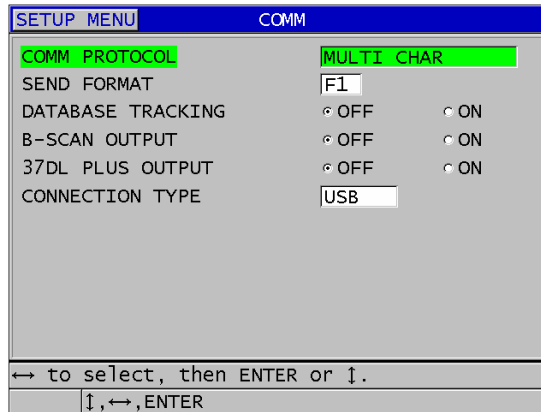

Abbildung 9-3 Ändern der Datenübertragungsparameter
3. Verfahren Sie im Fenster **COMM** (siehe Abbildung 9-3 auf Seite 159) wie folgt: